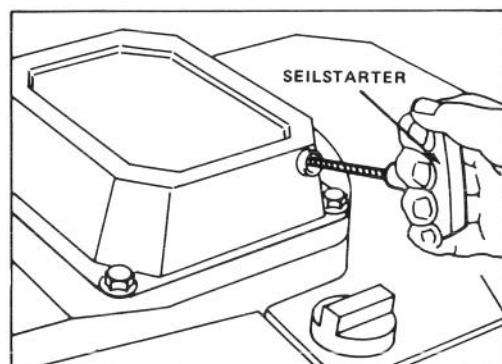

Bild 11
3. **SEILSTARTER** – Gashebel auf Choke stellen. Den Seilstarter (Bild 11) ziehen und Gashebel bei Motoranlauf wunschgemäß einstellen.
HINWEIS: 1st die Batterie entladen, kann der Motor mit dem Seilstarter gestartet werden (Bild 11).